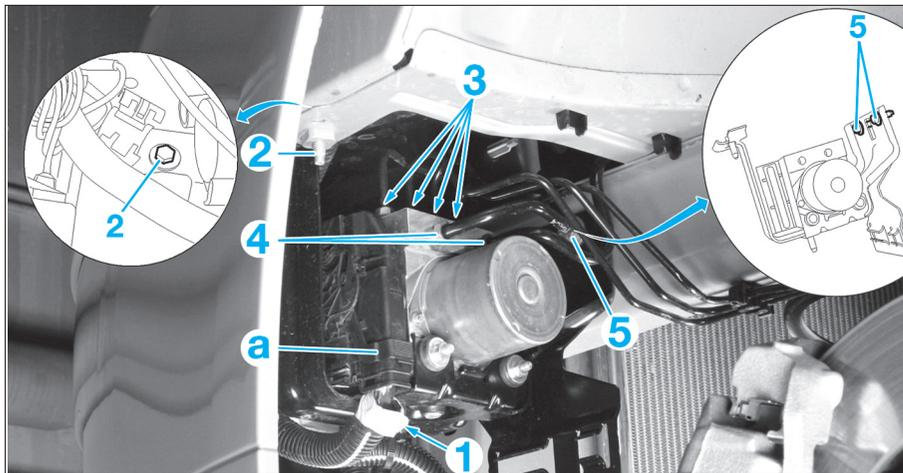

Fig. 34
- Débrancher le connecteur (actionner le levier "a") (Fig.34).
- l'écrou (1),
- la vis (2) (par au-dessus).
- Désaccoupler les raccords (3) et (4) (prévoir l'écoulement du liquide de frein).